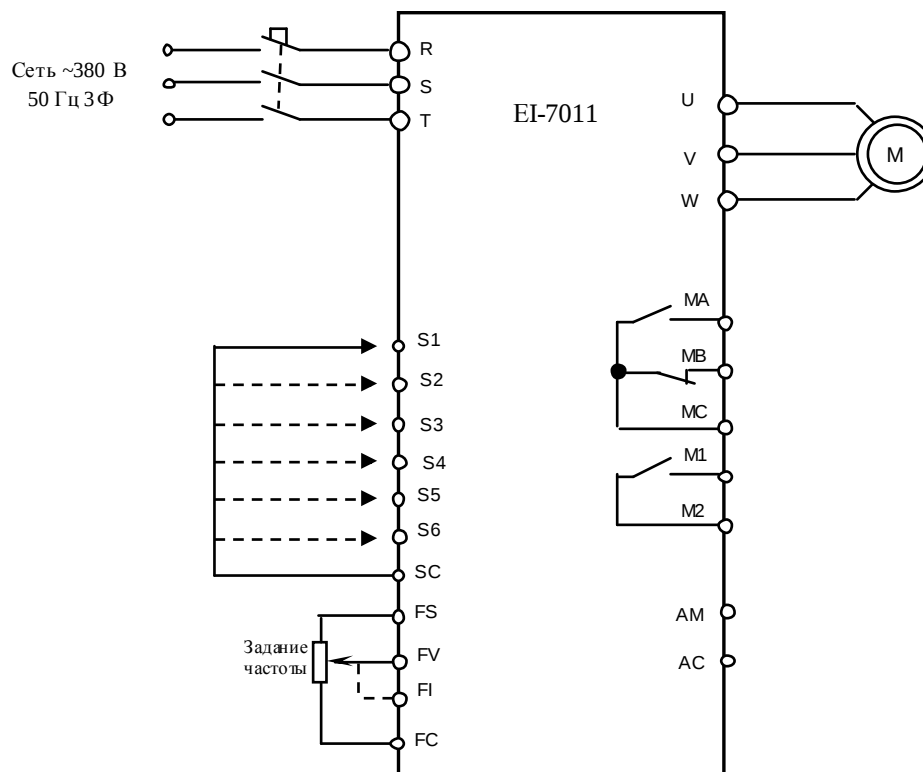

Рис. 4.28. Диагностика входных и выходных цепей управления
4.17.1. Подключить электродвигатель к выходным клеммам U, V, W (рис. 4.28).
4.18.1. Подключить к ПЧ электродвигатель и подать питающее напряжение (рис. 4.28). Запрограммировать в соответствии с Руководством по эксплуатации EI-7011 следующие значения констант:
4.18.3. Подключить один из концов проволочной перемычки (рис. 4.28) к клемме **SC**.